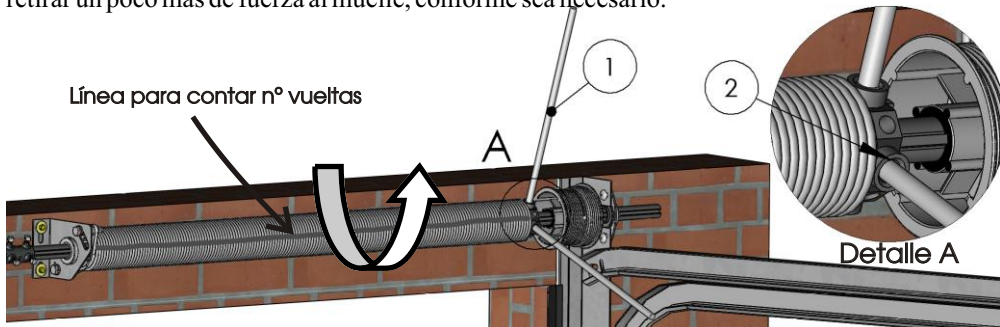

Figura 6b
Se aconseja pintar una línea horizontal en el muelle, para contar mejor el número de vueltas (ver figura 6b y 6c)
✍ Utilizando dos barras (1), proceder de acuerdo con la figura 6b, insertando en los encajes apropiados en el cono de carga del pieza de torsión de enrollamiento del muelle (2). (Detalle A)
✍ Cargar el muelle en el sentido indicado por la flecha (de abajo para arriba): ver figura 6b.